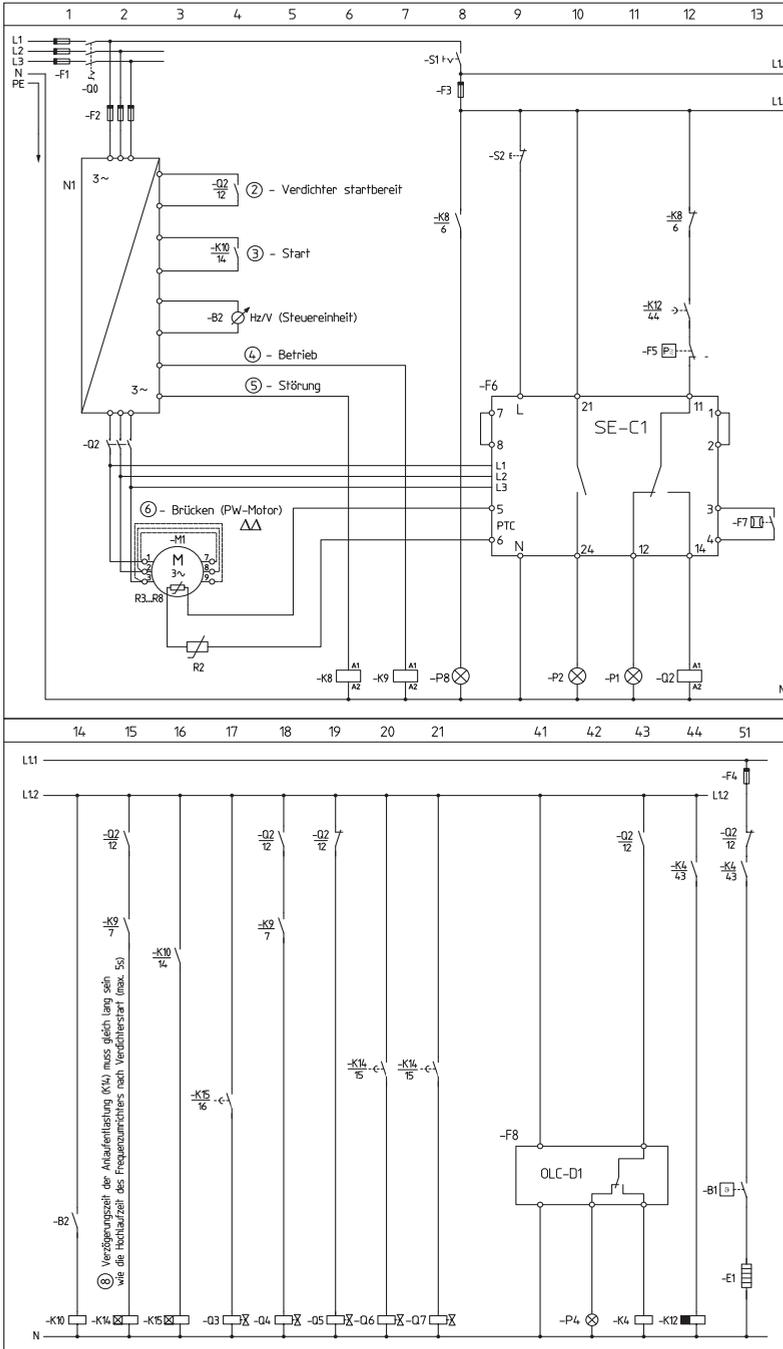

Abb. 11.1 Ansteuerung von halbhermetischen Schraubenverdichtern
1. Ergänzen Sie die Legende des in Abbildung 11.1 dargestellten Stromlaufplans.
Legende zu Abbildung 11.1:
1. Legende zu Abbildung 11.1